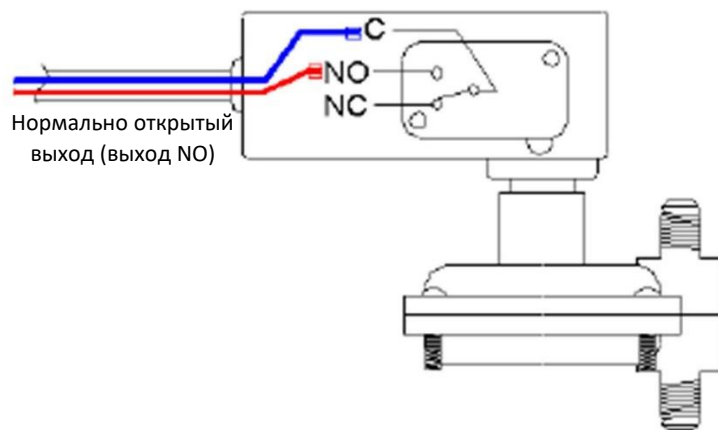

Рис. 8. Схема подключения проводки дифференциального датчика расхода
1. Дифференциальный датчик расхода имеет два провода, соединяющихся с выходом NO («Нормально открытый»). См. схему внутренней проводки на рис. 8.